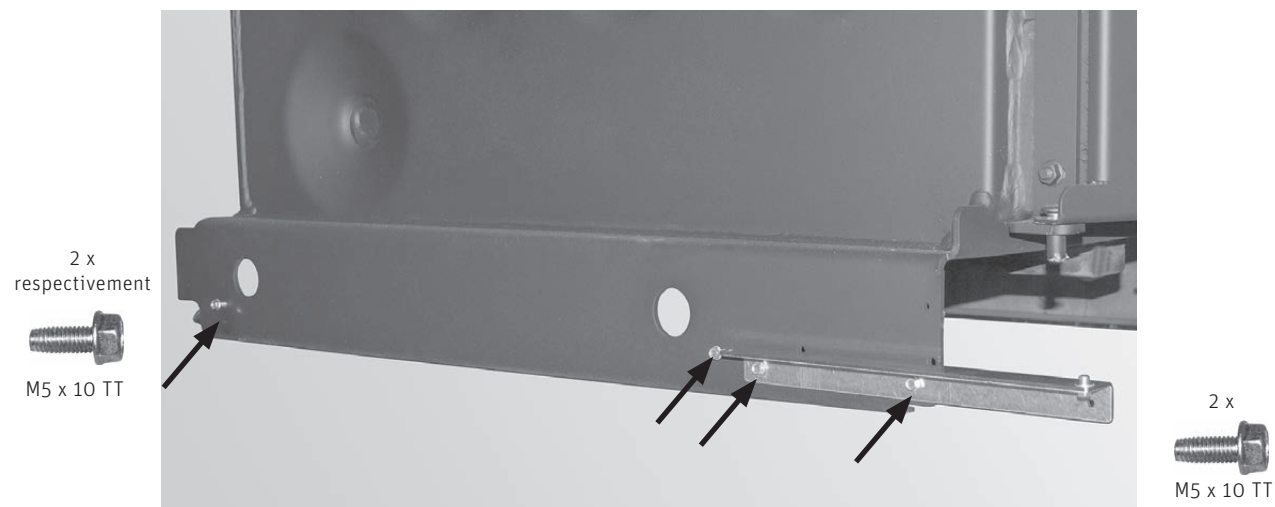

Fig. 36 Visser à moitié 2 vis à gauche et à droite du socle, monter le gond de la porte de revêtement
- ▶ Au niveau du socle, visser à moitié (Fig. 36) seulement 2 vis autotaraudeuses TT M5 x 10 à gauche et à droite. Avec deux vis autotaraudeuses TT M5 x 10, monter le gond inférieur permettant la fixation de la porte de revêtement à gauche ou à droite, selon le côté de la butée souhaité – Fig. 36.